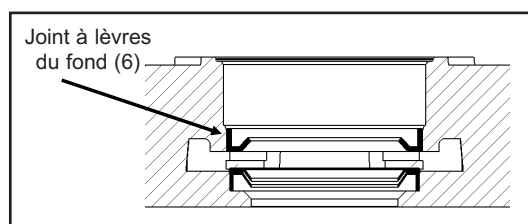

Figure 20
4. Graissez légèrement un joint d'huile neuf (6) de fond. A l'aide d'un pose-joint de taille convenable, enfoncez-le dans le logement de roulement, lèvre vers le haut, face au roulement. Assurez-vous que le joint est de niveau avec le fond du logement ; voir la figure 20.